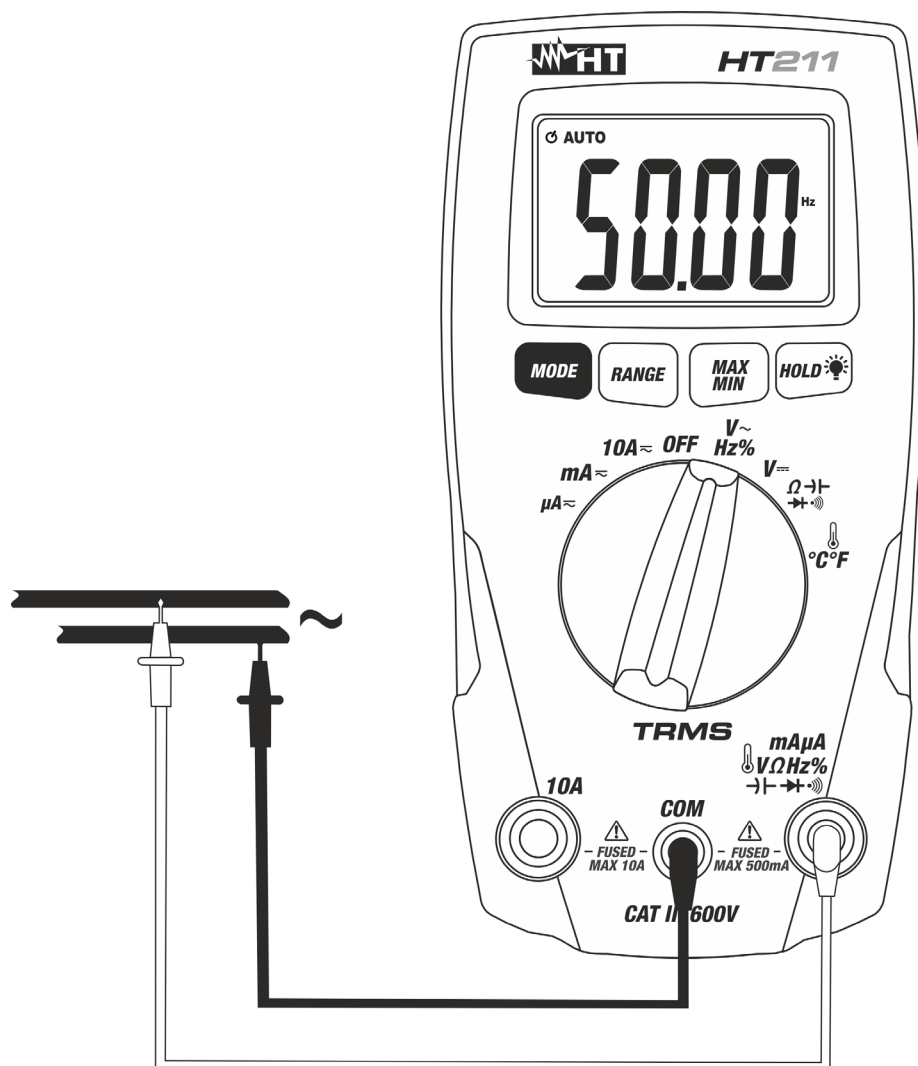

Fig. 4: Uso dello strumento per misure di Frequenza e Duty Cycle
4. Posizionare i puntali nei punti desiderati del circuito in esame (vedere Fig. 4). Il valore della frequenza della tensione è visualizzato a display